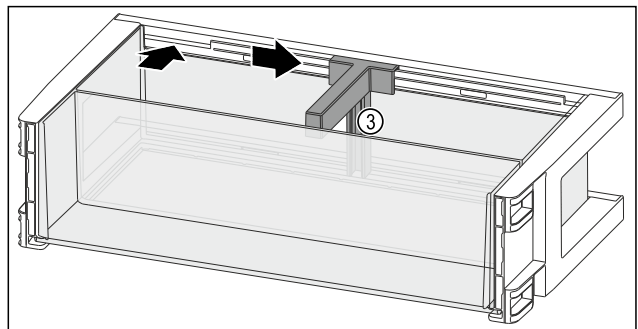

Fig. 115
- Вставте тримач пляшок Fig. 115 (3) у паз.
- Пересуньте тримач пляшок Fig. 115 (3) убік до бажаної позиції.